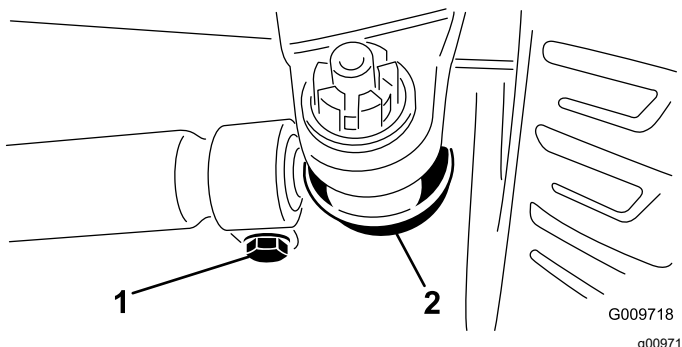

Рисунок 61
2. Для регулировки снимите шплинт и гайку с шаровой опоры тяги (Рисунок 61). Извлеките шаровую опору поперечной тяги из кронштейна на корпусе моста.
3. Ослабьте зажимы на обоих концах поперечных тяг (Рисунок 61).